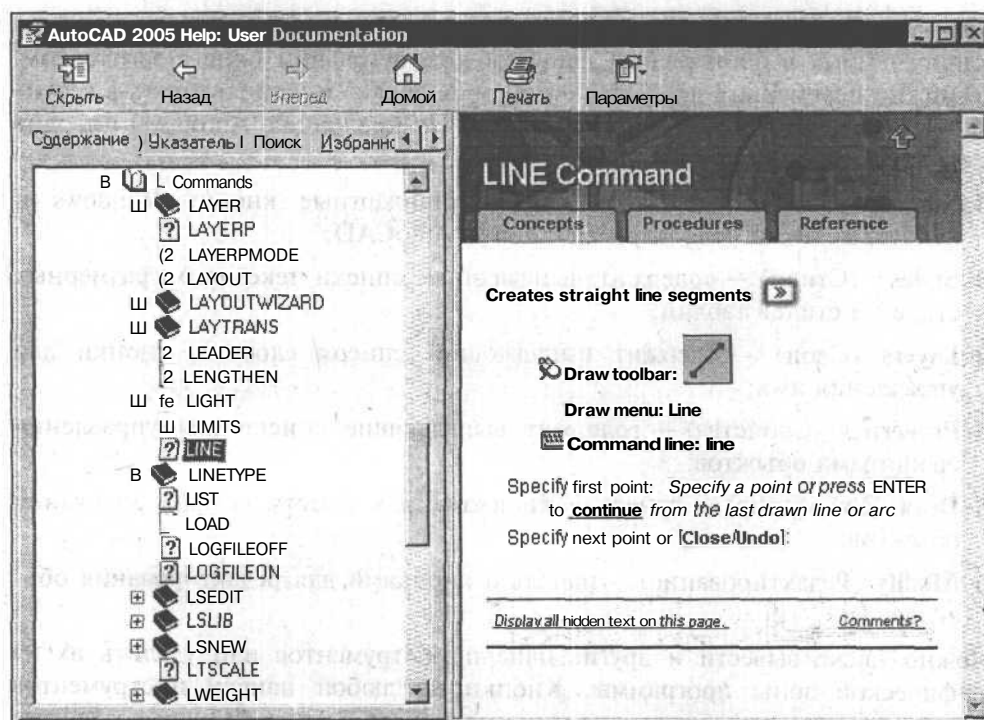

Рис. 4.2. Справочное окно команды построения отрезка
3. Нажмите клавишу <F1>. Появится диалоговое окно со справкой о команде, которую вызывает эта кнопка (рис. 4.2).